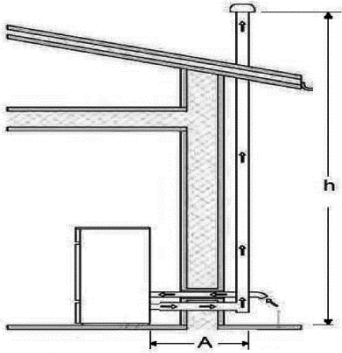

fig. 1
TERMIDRO puede funcionar de forma autónoma mediante la conexión directa a calefacción a través de radiadores (6) o para un sistema de calefacción en el suelo (fig. 1). Las calificaciones que se indican son para los sistemas ideales (radiadores de aluminio, tubos de cobre con aislamiento). Las diferencias significativas puede disminuir los metros cúbicos calentados.